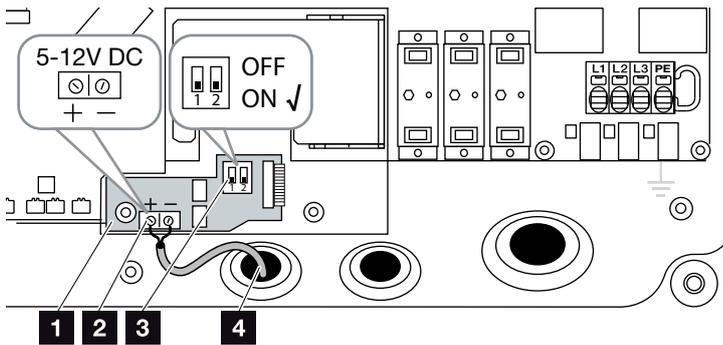

Fig. 25: Placa PIKO EPC AC Off Switch
1. Introduzir o cabo de comando no inversor e ligar ao borne de ligação **Fig. 25, pos. 2** do circuito impresso.
3. Colocar o interruptor DIP em ON **Fig. 25, pos. 3**